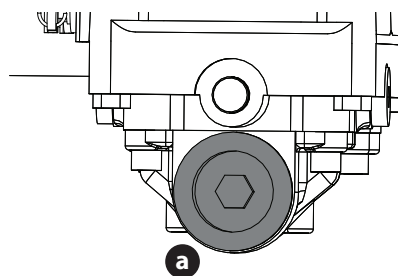

Fig. 37
2. Placez un récipient approprié sous le bouchon de vidange (a) de la transmission. Retirez le bouchon de vidange (a) et laissez l'huile de transmission s'écouler. (Fig. 37).